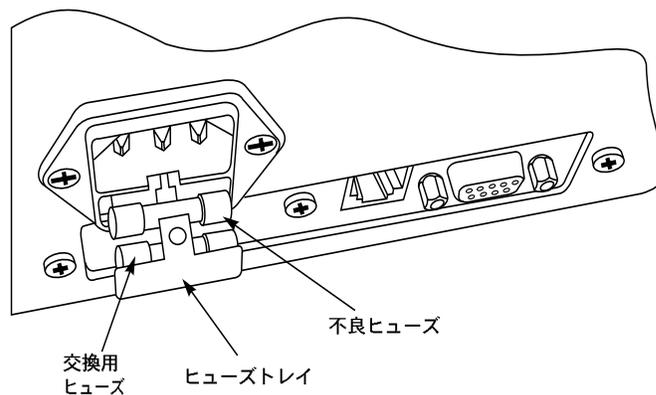

図 13. ヒューズの交換
2. 電源スイッチがオフ (O) 位置になっていることを確認し、電源コードをポンプドライブの裏側から外します。
3. 図 13 を参照し、小さ目のねじ回しを使ってヒューズトレイを引き出します。